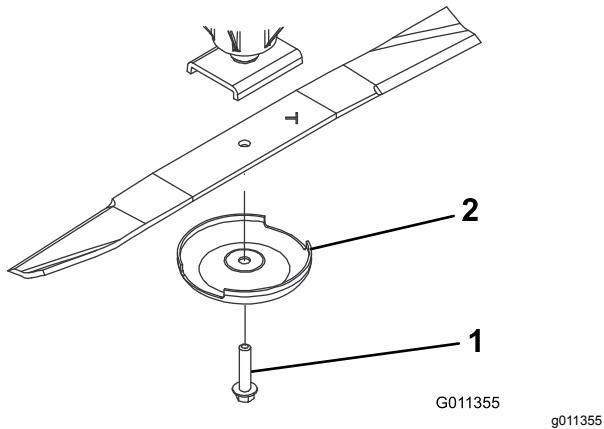

Figure 64
- Tenez la lame par son extrémité avec un chiffon ou un gant épais. Enlevez le boulon, la coupelle de protection et la lame de l'axe de pivot (Figure 64).
- Montez la lame, la partie relevée vers le plateau de coupe, et fixez-la avec la coupelle de protection et le boulon (Figure 64). Serrez le boulon de la lame à un couple de 115 à 149 N·m.
Si la lame est trop usée, une entaille se forme entre la partie relevée et la partie plane (Figure 64). La lame peut alors se briser et un morceau être projeté du dessous de la machine, vous blessant gravement ou une personne à proximité.